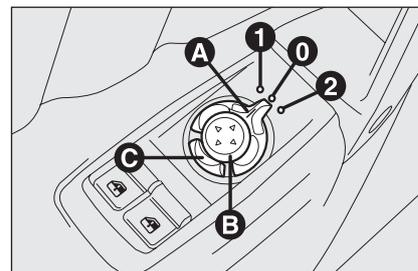

fig. 30
Selezionare, mediante il dispositivo **A-fig. 30**, lo specchio desiderato:
In caso di necessità (per esempio quando l'ingombro dello specchio crea difficoltà in un passaggio stretto) è possibile ripiegare gli specchi premendo il pulsante **C-fig. 30**.
Per riportare gli specchi in posizione di marcia premere nuovamente il pulsante **C-fig. 30**.
- ruotare il selettore **A-fig. 30** in posizione **2** (selezione specchio lato passeggero);
Procedere come segue: inserire la chiave elettronica nel dispositivo di avviamento; inserire la retromarcia; ruotare il selettore **A-fig. 30** in posizione **2** (selezione specchio lato passeggero).
Lo specchio tornerà automaticamente nella posizione iniziale dopo circa 10 secondi dal disinnesto della retromarcia, immediatamente dopo il superamento dei 10 km/h con marcia avanti oppure ruotando il selettore **A-fig. 30** in posizione **0**.